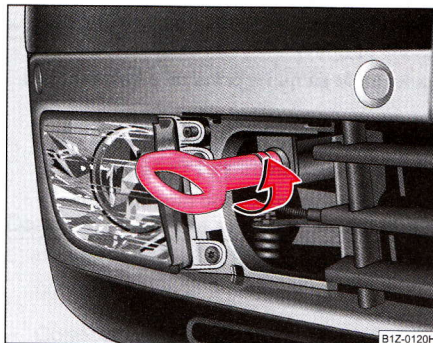

Fig. 214 Bara de protecție față: Montarea inelului de remorcă
- Înșurubați inelul cu mâna înspre stânga ⇒ **pagina 284, fig. 214** și strângeți cu cheia de roată (introduceți cheia prin inel).